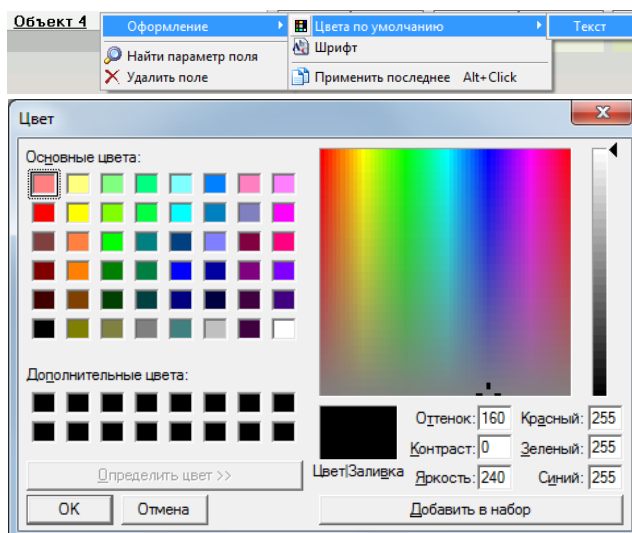

Рис. 4.52
- 2) **цвет текста**. Откройте контекстное меню поля, выберите «Оформление», «Цвета по умолчанию» и «Текст». В открывшемся диалоговом окне установите интересующий Вас цвет (рис. 4.52).